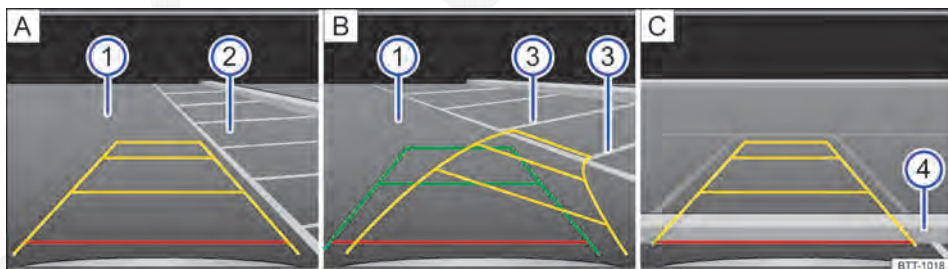

Fig. 196 Exibição do display: entrar na vaga de estacionamento com a câmera de marcha a ré, modo 1.
Legenda para a representação esquemática Fig. 196:
2.	Posicionar o veículo na frente da vaga de estacionamento ② ⇒ Fig. 196 [A].
4.	Conduzir lentamente para trás e manobrar de modo que as guias amarelas sejam guiadas ao longo das linhas de limitação lateral ③ da vaga de estacionamento selecionada [B]. Observar a seguinte mensagem: Controlar a trajetória do veículo! ⇒ ⚠ em Introdução ao tema na página 282!
5.	Alinhar o veículo na vaga de estacionamento selecionada de modo que as guias verdes e amarelas fiquem em cima das linhas de limitação lateral ③ da vaga de estacionamento selecionada.
6.	Parar o veículo o mais tardar ao atingir a guia vermelha de limitação traseira, por exemplo, meio-fio ④ [C].